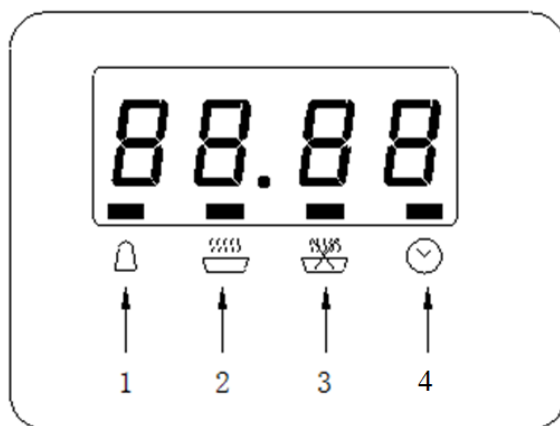

Figure 7
- Une fois que le four est branché à l'alimentation électrique, l'affichage de l'horloge montrera « 12:00 » avec le symbole du carré au-dessus de «  » (Voir la figure 7)